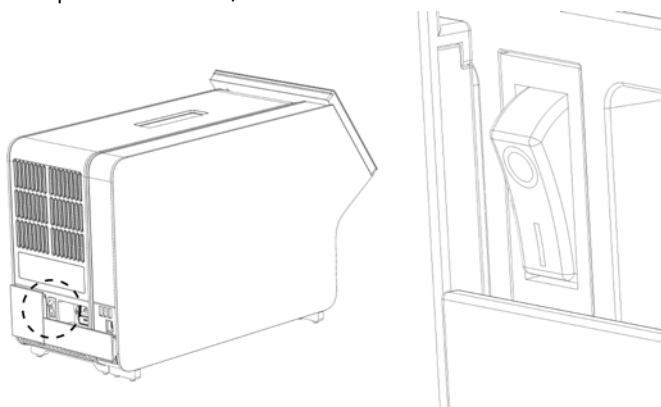

Figura 11. Localização do interruptor de alimentação e colocação na posição "I".
9. Ligue a alimentação do instrumento premindo o interruptor de alimentação na parte traseira do módulo analítico para a posição "I" (Figura 11). Confirme se os indicadores de estado do módulo analítico e do módulo operacional apresentam uma cor azul.